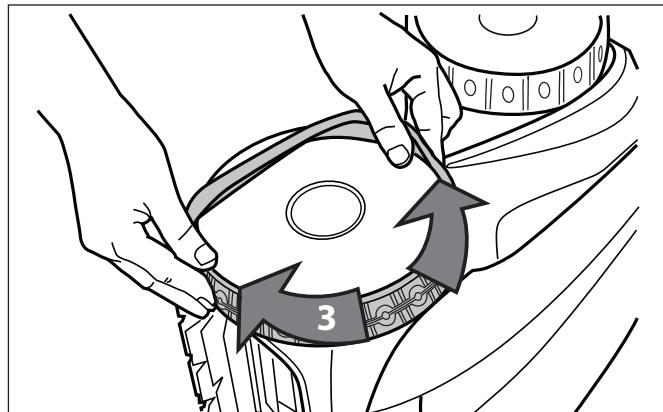

Figure 37. Continuer à installer le pneu autour de la roue
5. Continuez à installer le pneu sur la roue et vérifiez que la nervure du pneu est placée correctement dans la rainure de la roue (Figure 37).